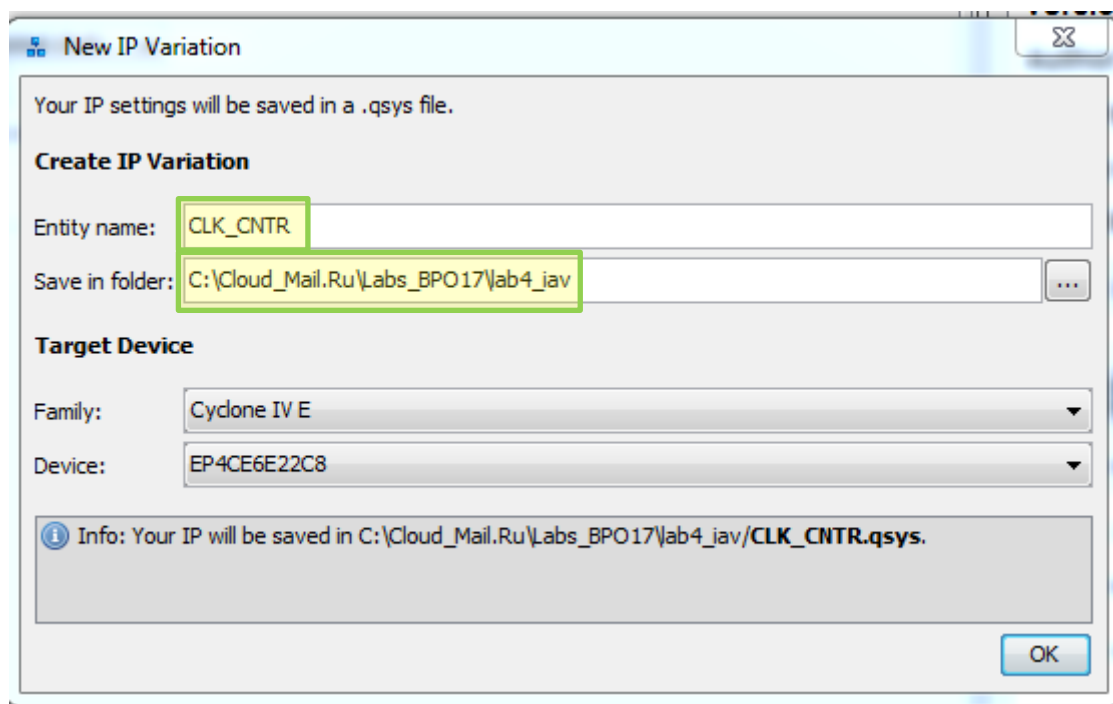

Рис. 27 Окно именования экземпляра выбранного компонента
6.11. В окне настройки **IP Parameter Editor** появится дополнительное окно **New IP Variation**, задайте в нем в строке **Entity name** имя экземпляра выбранного компонента (**CLK\_CNTR**) (рис.27). Выполните «**OK**».Окно **New IP Variation** закроется.